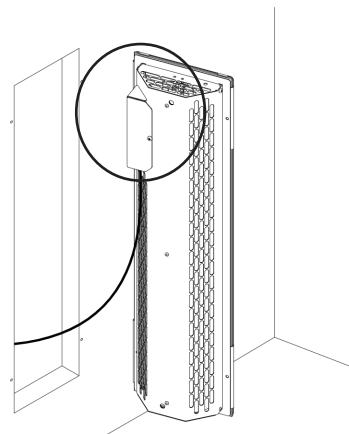
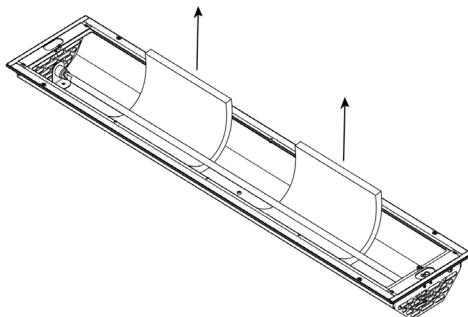

Abb. 2: Anschlusskasten oben
Abb. 5: Transportsicherung entfernen
- Für eine korrekte Funktion der Thermosicherung muss bei senkrechter Montage (z.B. Rückenstrahler) der Anschlusskasten des Strahlers oben sein (siehe Abb. 2).
Beachten Sie **Abb. 2** und **Abb. 5**.